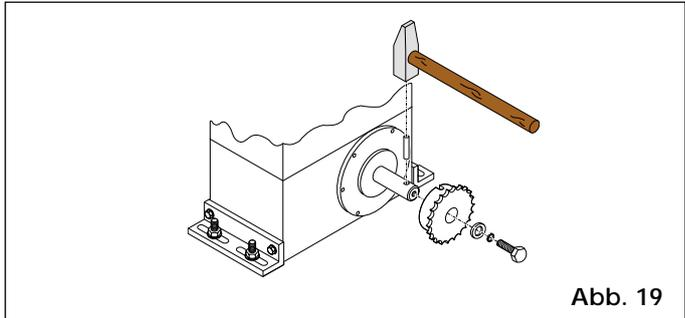

Abb. 19
4.5.1. MOD. 746 EMC CAT (Abb. 19 - 20)